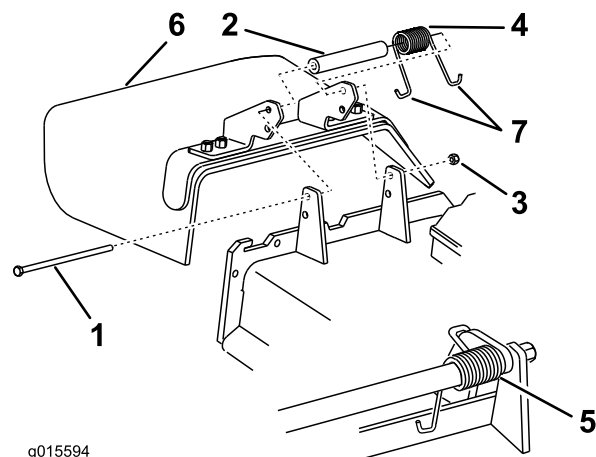

Figure 97
**Remarque:** Prenez soin de placer une extrémité en J du ressort derrière le bord du plateau avant de mettre le boulon en place, comme montré à la Figure 97.
3. Remettez le boulon et l'écrou en place. Accrochez une extrémité en J du ressort au déflecteur d'herbe (Figure 97).
1. Retirez le contre-écrou, le boulon, le ressort et l'entretoise qui fixent le déflecteur aux supports de pivot (Figure 97). Enlevez le déflecteur s'il est endommagé ou usé.